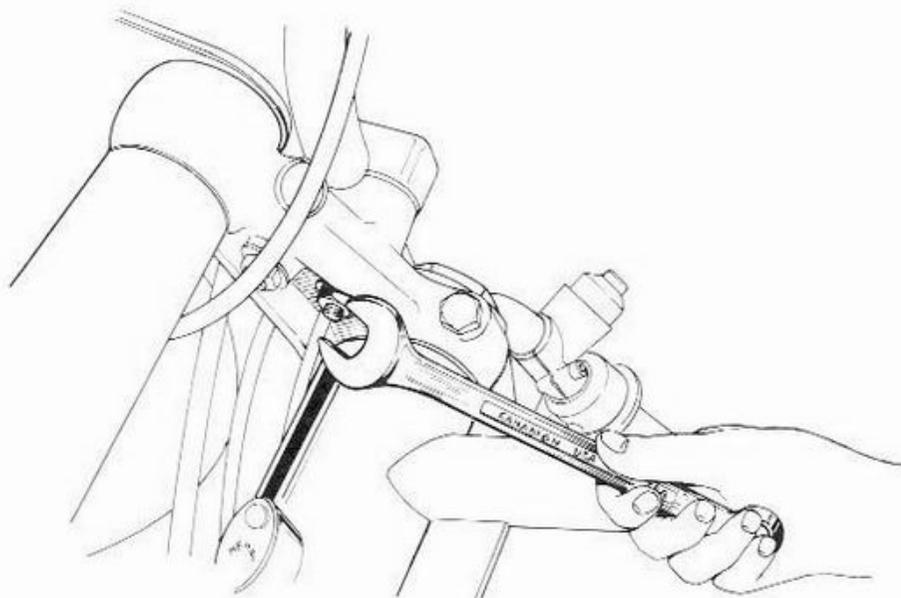

Fig. 51
- 1) Smontare il manubrio agendo sulle viti indicate in fig. 51 e togliere il supporto con gli strumenti.